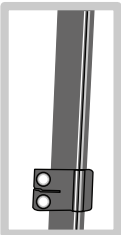

Figura 6
3. Coloque las abrazaderas en los extremos de las barras. Todavía no las ajuste. Si la bicicleta incluye abrazaderas, ahora es el momento de asegurarse de que estén colocadas en las barras de los caños traseros (Figura 6).